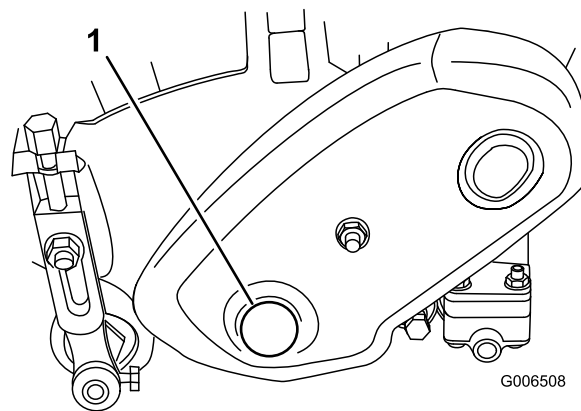

Figure 64
- Retirez le bouchon du couvercle de l'entraînement du cylindre du côté gauche de l'ensemble cylindre (Figure 64)